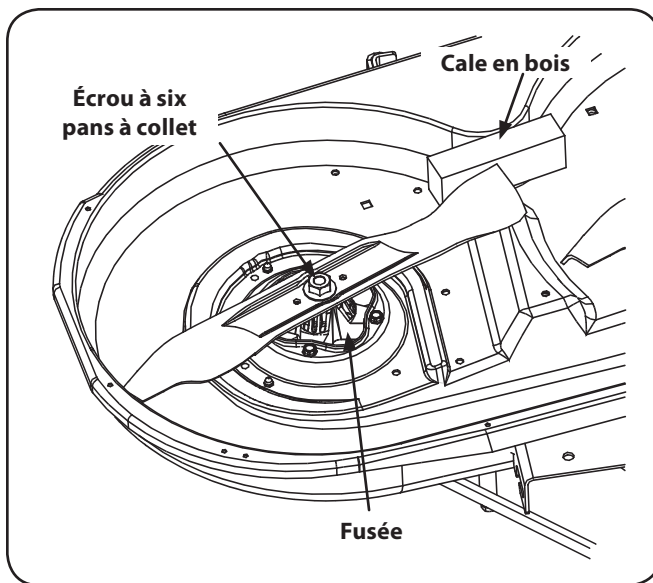

Figure 7-9
2. De l'arrière, insérez un rochet d'entraînement de 3/8 de po dans le trou carré du support de la poulie de tension. Voir la Figure 7-9.